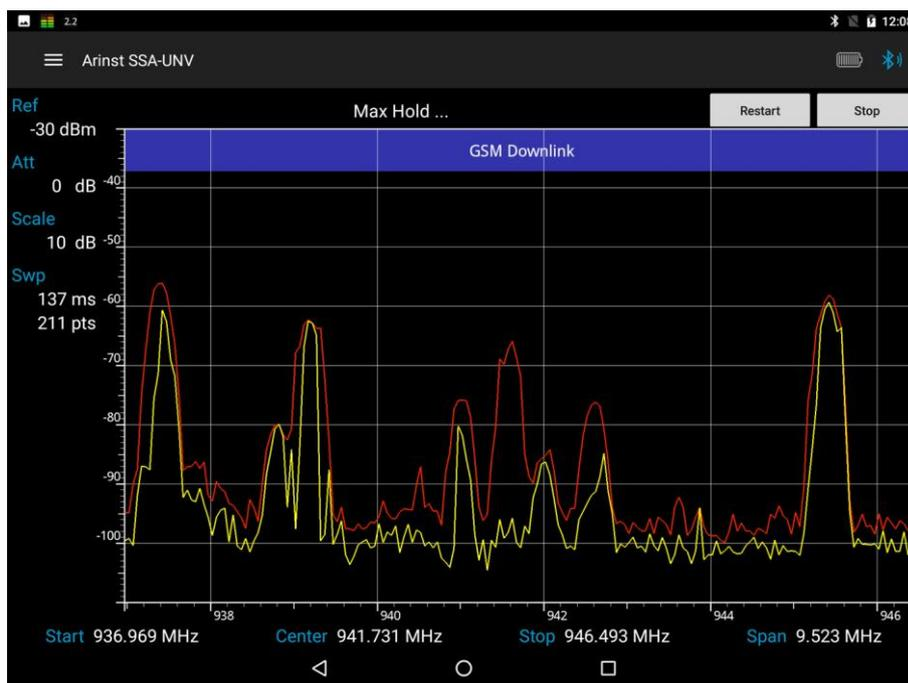

Рисунок 90 – Отображение максимального уровня сигнала
9.6.5. На экране планшета/смартфона красным цветом будет отображаться усредненный максимальный уровень сигнала, рисунок 90.